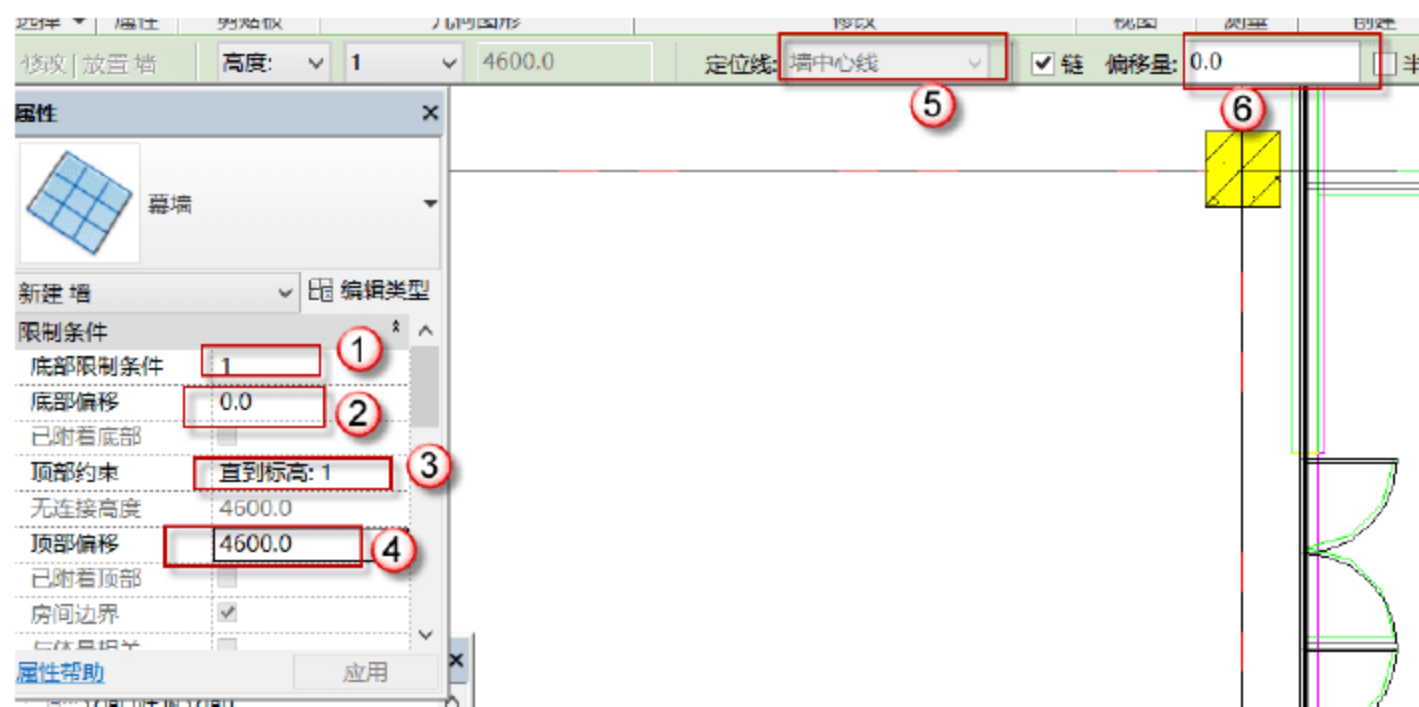
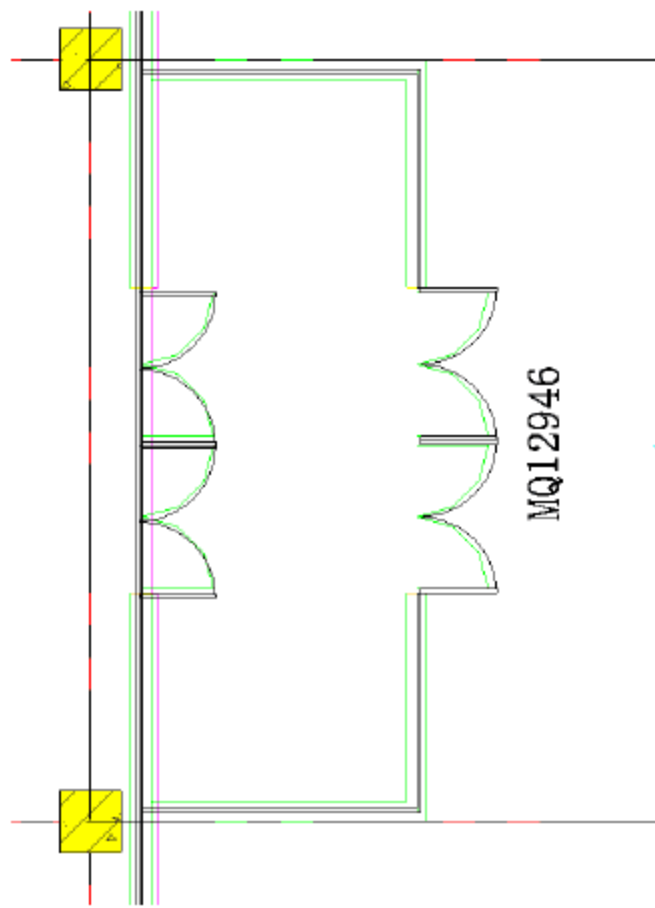

图 10.3.34 “MQ12946”的绘制参数设置
图 10.3.35 “MQ12946”绘制完成图
(6) “MQ12946”的绘制。选择“建筑”→“墙”→“幕墙”命令，也可以直接按快捷键 W+A，在这里介绍另外一种幕墙的绘制方法，先直接用“幕墙”绘制出“MQ12946”的主体，绘制完成后再添加“幕墙嵌板”，设置“幕墙”的绘制参数，将“底部限制条件”改为“1”，“底部偏移”为“0”，“顶部约束”为“直到标高：1”，“顶部偏移”为“4600mm”，“定位线”为“墙中心线”，“偏移量为 0mm”，如图 10.3.34 所示，再绘制出幕墙，方法同前面，绘制完后在选择绘制完成的幕墙添加“MQ12946”的嵌板，完成后如图 10.3.35 所示。